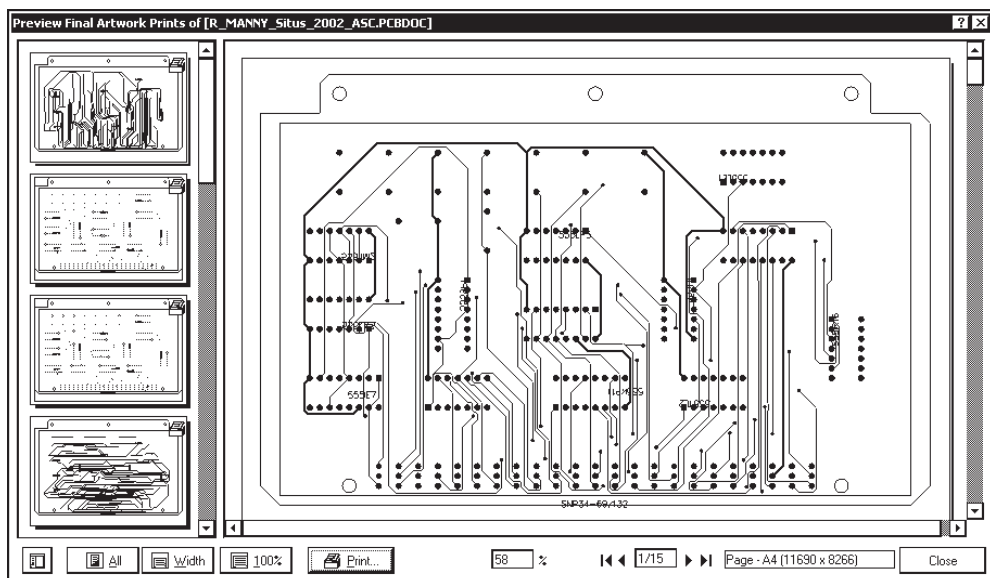
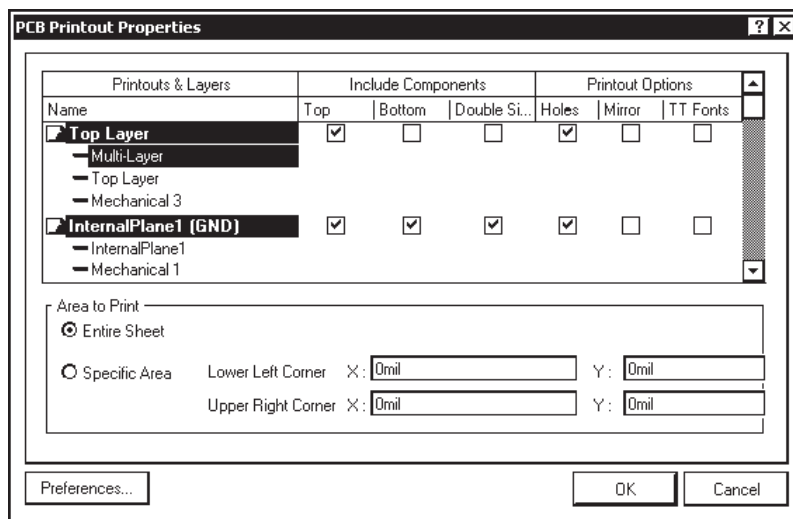

Рис. 10.4. Полная подборка послойных видов проекта
Рис. 10.6. Настройка конфигурации послойных распечаток
- ❑ **Final** — полная подборка послойных видов проекта **Preview Final Artwork Prints of [<имя проекта>]** (рис. 10.4);
3. Кнопкой **Configure** открыть диалоговое окно настройки конфигурации распечаток **PCB Printout Properties** (рис. 10.6). Тот же результат достигается, если в окне предварительного просмотра (см. рис. 10.4) щелчком правой кнопкой мыши вызвать контекстное меню и выбрать в нем команду **Configuration**.
Щелчок правой кнопкой мыши в любом поле окна **PCB Printout Properties** (см. рис. 10.6) открывает контекстное меню, в котором дублируются команды групп **File | Assembly Outputs** (Выходные данные для сборки) и **File | Fabrication Outputs**. При выборе этих команд текущая настройка распечаток теряется, и все управление конфигурацией распечаток начинается сначала. Кроме того, контекстное меню содержит команды: